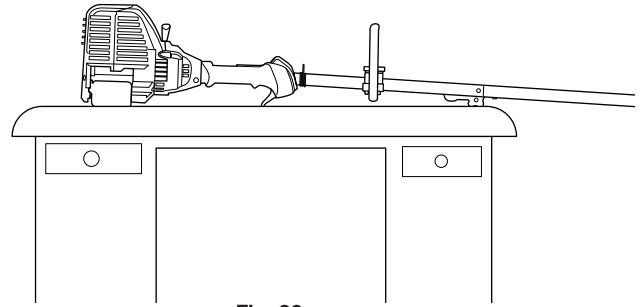

Fig. 26
2. **Ubique la unidad sobre una superficie plana y nivelada,** como un banco de trabajo o una mesa. El protector del cabezal de corte debe quedar colgando del borde de manera que el motor quede nivelado (Fig. 26).